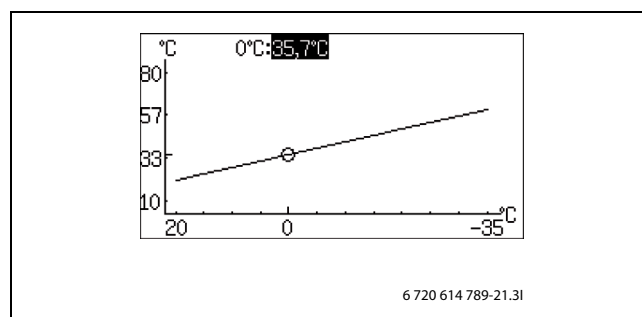

Fig. 41
- Tourner le bouton de réglage pour sélectionner 0 °C (→ figure 41).